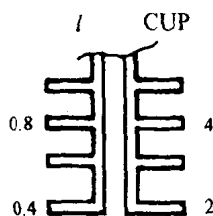

图 1-8
(3)加水。不同质的米,煮饭时吸水量也不同,需要凭煮饭经验灵活加水。有些电饭煲的内胆壁刻有放米和加水的刻度,如图 1-8 所示。刻度的左边以升为单位,即把量好